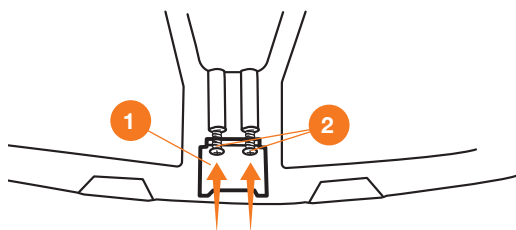

Рис. 5
- На защитный кожух установите подрезной нож **1** и закрепите его двумя саморезами **2**, снимите с ножа защитную накладку (Рис. 5).